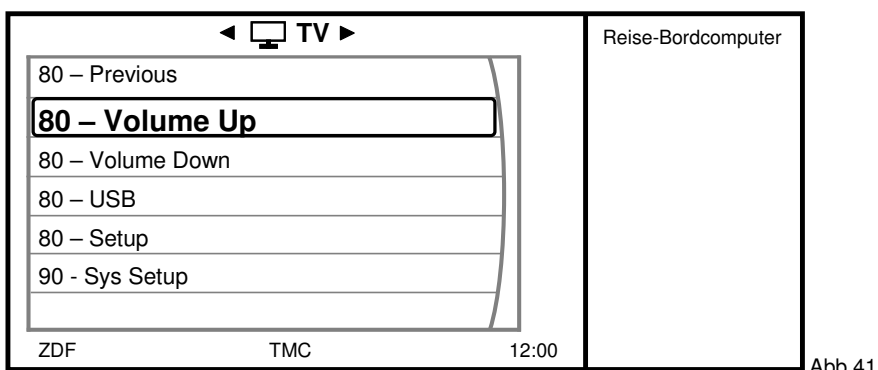

Abb.41
6. Lautstärke Einstellung – wählen Sie den Menüpunkt **VOLUME UP** (Abb. 41). Drücken Sie den Drehregler so oft, bis die Lautstärke des Endgerätes auf Maximum steht.